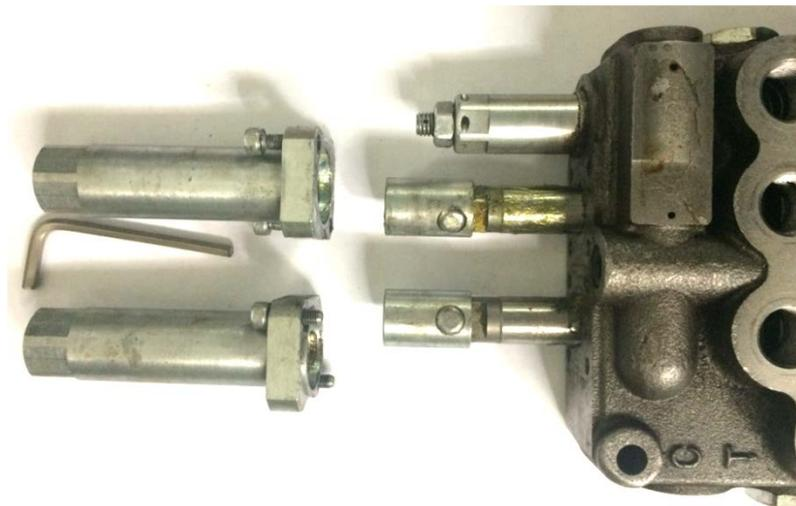

Рис. 2.26
- открутить винты крепления стаканов гидрораспределителя (рис. 2.26);